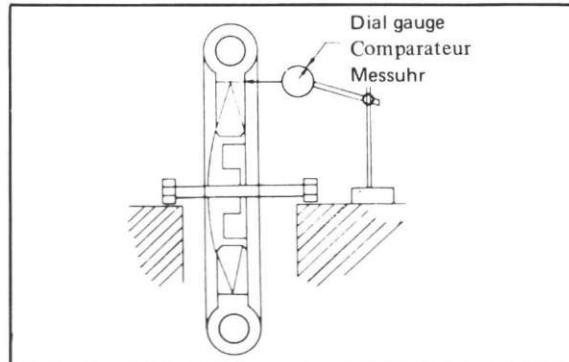

Fig. 5-1-11
- 1) Checking the Runout of the Rim: Anchor the front wheel as shown in Fig. 5-1-11, and measure the runout of the rim with a dial guage.
The bent end of the spoke is inserted into the hub, the threaded end is locked to the nipple. (See Fig. 5-1-11) To remove the spoke, completely unscrew the nipple and remove the bent end from the hub.
Le bout recourbé du rayon est introduit dans le moyeu, tandis que l'extrémité filetée est vissée dans l'embout de rayon (voir Fig. 5-1-11). Pour retirer le rayon, dévissez complètement l'embout et décrochez l'extrémité courbée du moyeu.